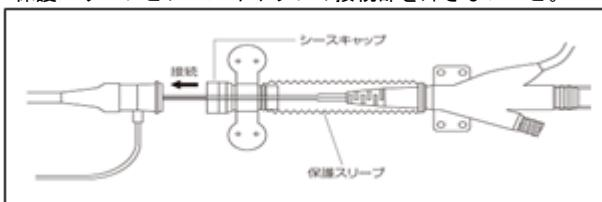

図 7. 保護スリーブ
- (6) 駆動を開始する。X 線透視下にてバルーンが十分拡張していることを確認する。
- (7) バルーン先端位置を X 線透視下にてよく確認する。
- (8) シース挿入の場合で保護スリーブを用いる際には、先端のシースキャップの部分をシースボディーにはめ込む。(図 7 参照)